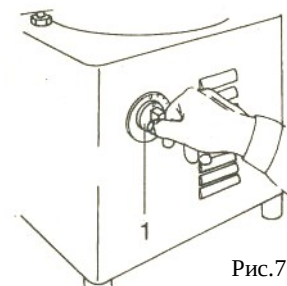

Рис.7
- выбрать время очистки при помощи таймера (1) (рис.7) – разброс времени от 1 до 4 мин)